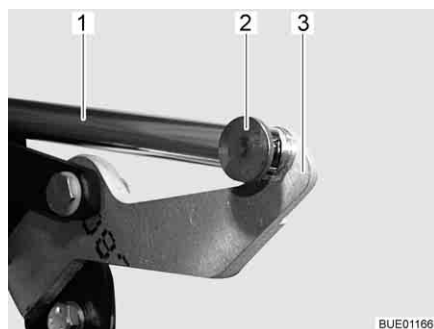

Bild 109 Antrieb
- Verbindung (z. B. Splint und Stift) (Bild 109,2) zwischen Schubstange (Bild 109,1) und Hebel (Bild 109,3) abnehmen.